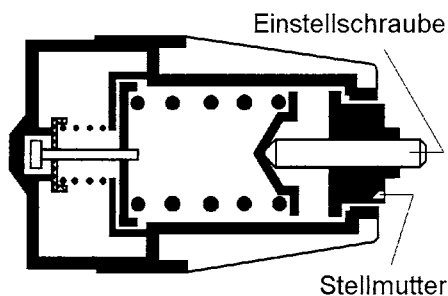

Abb. 3
**Hinweis:** Bei Nichterreichen des Abschalt-druckes  $p_2$  ist der Druck an der Einstell-schraube zu korrigieren, dabei ist die Stell-mutter mit einem Maul-Ringschlüssel gegen Verdrehen zu sichern (Abb. 3).
tung. Wird die Schaltspanne  $p_3$  nicht erreicht, so ist sie mit der Stellmutter zu korrigieren (Abb. 3). Den Prüfpunkt mehrmals wiederholen. Den Anschluß 1 entlüften und den Absperrhahn 7 schließen.